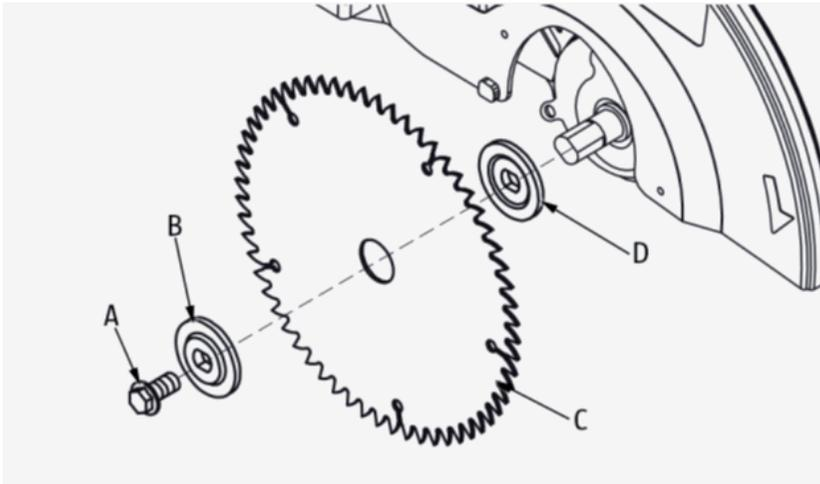

рис.4
5. Удерживая фиксатор шпинделя (рис.2 поз.14), открутите центральный болт А (рис. 4)
6. После откручивания болта А (рис.4) с левой резьбой, снимите прижимной фланец В (рис.4) и пильный диск С (рис.4). При этом опорный фланец D (рис.4) должен оставаться на месте.
7. Очистите прижимной В (рис.4) и опорный D (рис.4) фланцы от продуктов распила перед монтажом нового диска.